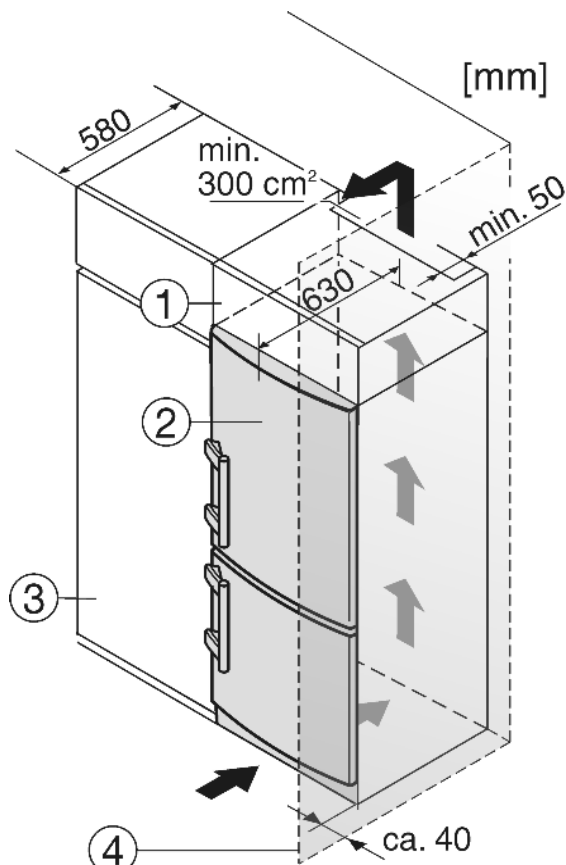

Fig. 13
(2) Устройство
(4) Стенка
Устройство может быть окружено предметами кухонной обстановки. Чтобы уравнять устройство Fig. 13 (2) по высоте с кухонной стенкой, можно установить над устройством соответствующий дополнительный шкафчик Fig. 13 (1).
При комбинировании с обычными кухонными шкафами (глубина макс. 580 мм) устройство можно установить непосредственно рядом с кухонным шкафом Fig. 13 (3). Дверь устройства выступает по сторонам на 34 мм и по центру устройства на 50 мм относительно передней стенки кухонного шкафа. Поэтому ее можно свободно открывать и закрывать.
Если устройство установлено на шарнирах у стены Fig. 13 (4), то расстояние между устройством и стеной должно быть не менее 40 мм. Настолько выступает ручка при открытой дверце.